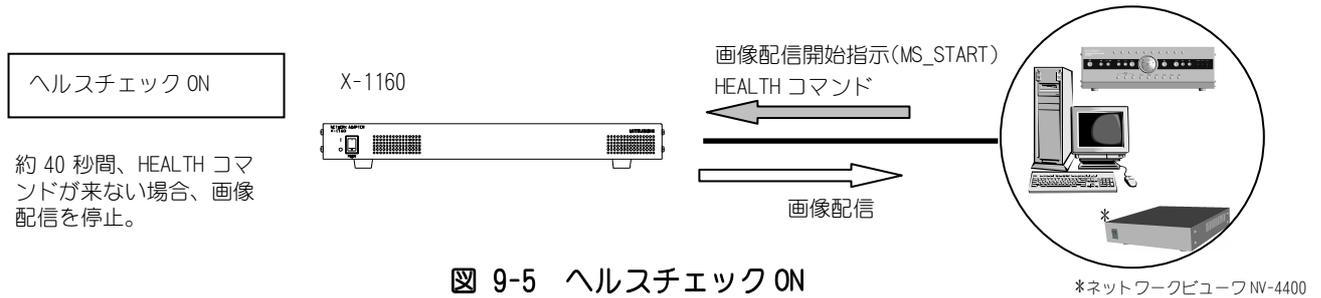

図 9-5 ヘルスチェック ON
- (1) 図 9-5に示す様に、本装置は配信開始コマンド(MS\_START)を受信すると、映像配信を開始します。
- (2) 以降、本装置は HEALTH (ヘルス) コマンドを受信している間、映像配信を続けます。
- (3) 本装置は HEALTH コマンドが約 40 秒間送信されてこないと、映像配信を停止します。